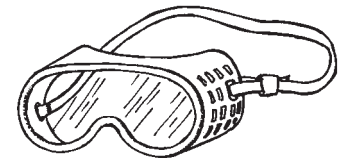

Figura 21.
- Con una sierra circular, instale la hoja para madera contrachapada (plywood) revés y así obtener un corte más uniforme y limpio, especialmente en climas fríos. (Figura 21.) Corte lentamente. No trate de cortar otros materiales que no sean vinilo con la hoja de la sierra colocada al revés.